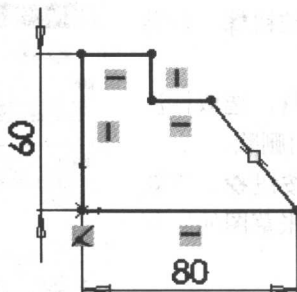

图 2-3 绘制封闭草图
6. 利用鼠标指针形状与几何关系的对应变化关系绘制图 2-3 的效果。